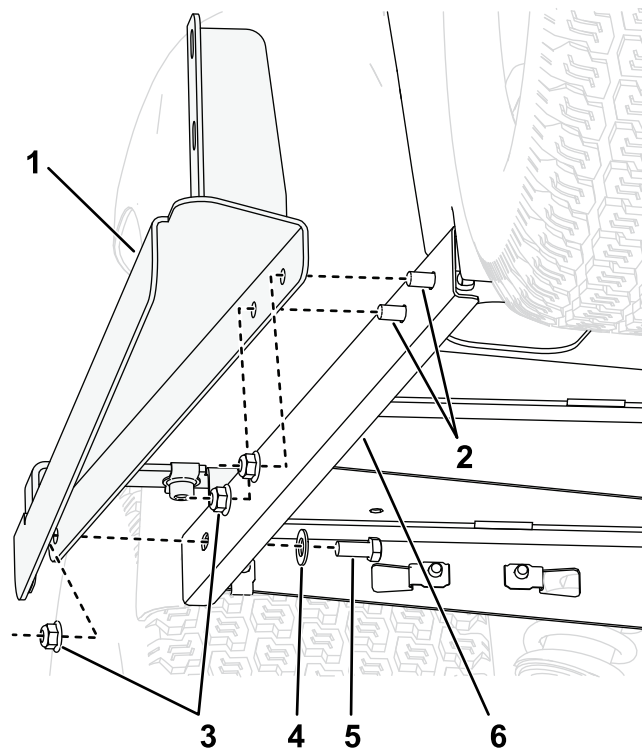

Figure 4
1. Fixez les supports de plancher sur le côté du cadre, comme montré à la Figure 4.